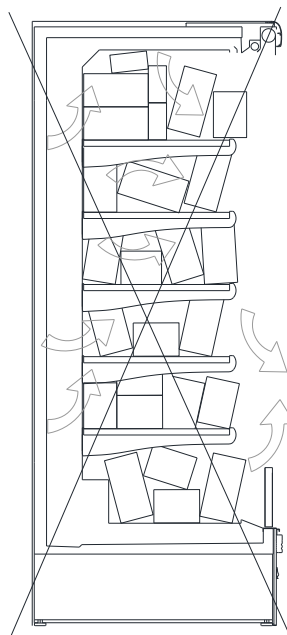

Abb. 2.6.1
Das Kondenswasser, das beim Abtauen entsteht, wird durch das Warmgassystem entfernt. Das Wasser wird durch eine Leitung mit Siphon dem Verdampfungsbehälter zugeführt, der auf der Motorplatte angeordnet ist (Abb. 2.6.1). Beim Betrieb des Kühlmöbels durchströmt das vom Verdichter austretende Gas die Kupfer-Rohrschlange im Verdampfungsbehälter und bewirkt dadurch die Verdampfung des angesammelten Wassers. Der Abfluss des Möbels besteht aus einer Ablaufgarnitur 1" Gas -  $\varnothing$  32 mm und aus einem Ablaufrohr mit Innen $\varnothing$  32 mm.
- Darauf achten, dass die Luftauslass- und -rückführungsöffnungen nicht durch die Produkte, ihre Verpackungen oder Behälter verschlossen werden, um Funktionsstörungen des Verflüssigersatzes zu vermeiden (Abb. 2.6.1).